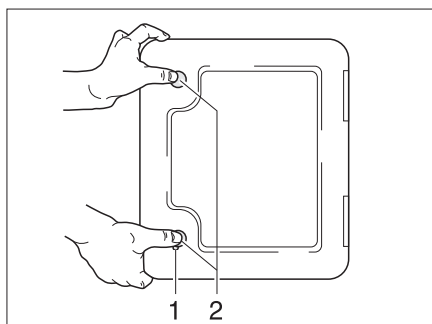

Bild 153 Klappe für Thetford-Kassette
Die Klappe für die Thetford-Kassette (Bild 153) befindet sich außen am Fahrzeug.
- Schlüssel in Schließzylinder des Druckschlusses (Bild 153,1) stecken und eine viertel Umdrehung im Uhrzeigersinn drehen.
- Beide Druckschlösser (Bild 153,2) gleichzeitig mit dem Daumen drücken und die Klappe für die Thetford-Kassette öffnen.